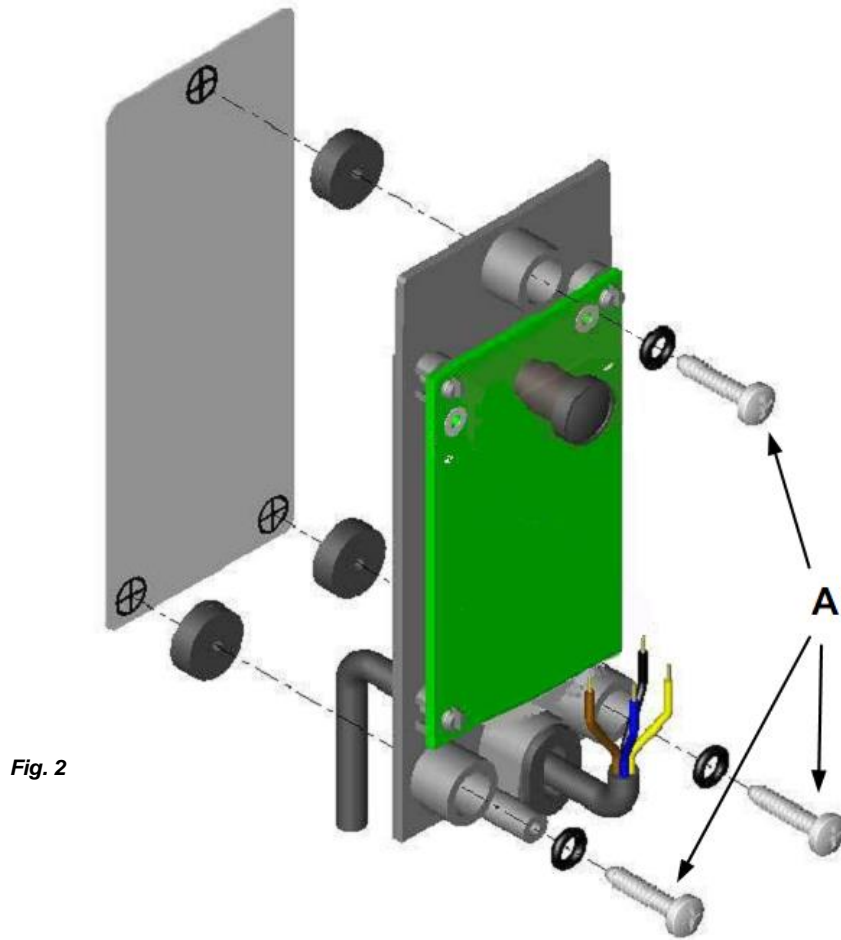

Fig. 2
- Bevestig de fotocel met behulp van de meegeleverde boorsjabloon (fig. 2)
- Richt de straal naar de ontvanger door het aanpassen van de specifieke schroeven "A" (afb. 2) geleverd, zowel op de ontvanger en de zender.